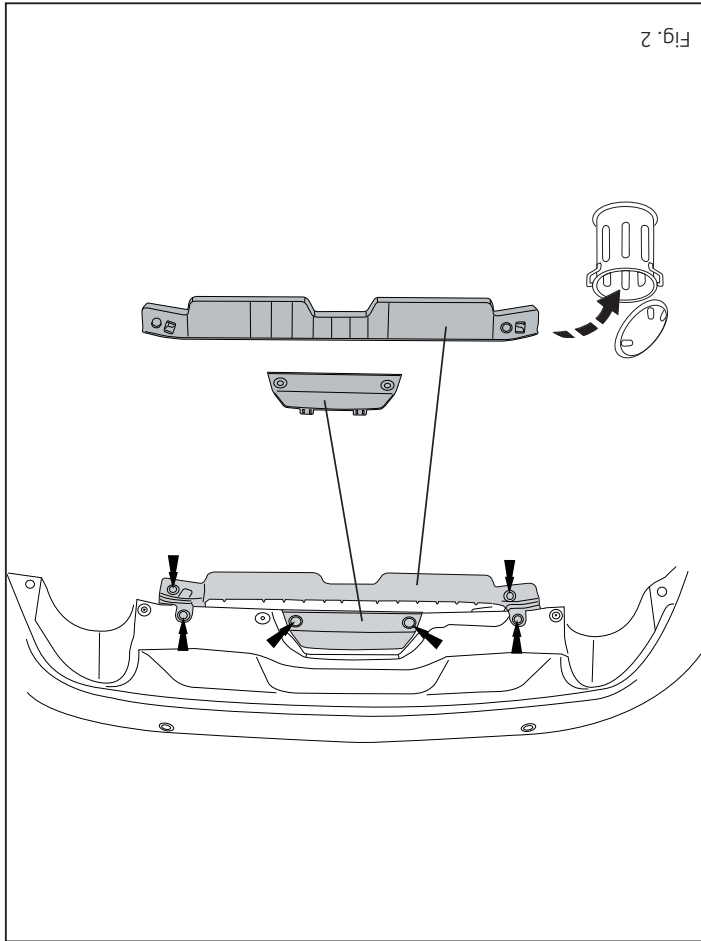

Fig. 2
8. Remove the parts indicated. See figure 2.
8. Den angegebenen Teils abmontieren. Siehe Abbildung 2.
8. Снять указанные детали. См. рисунок 2.